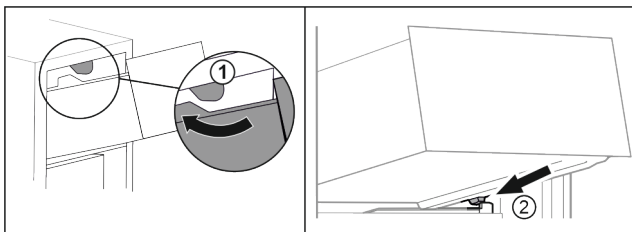

Fig. 65
- ▶ Guider le tiroir en contournant les butées supérieures. Fig. 65 (1)
- ▶ Placer le tiroir, en l'inclinant, derrière les butées inférieures sur la nervure de récipient. Fig. 65 (2)